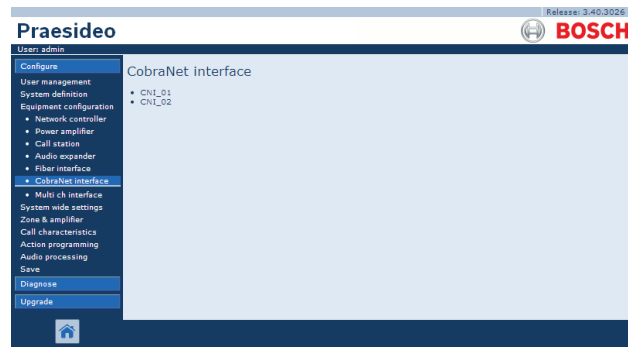

Abbildung 43.33: Konfiguration der CobraNet-Schnittstelle, Schritt 1
- 1 Rufen Sie *Konfigurieren > Konfiguration der Ausrüstung > CobraNet-Schnittstelle* auf. Im Main Frame der webbasierten Benutzeroberfläche wird ein Bildschirm angezeigt, der dem in Abbildung 43.33 gleicht.